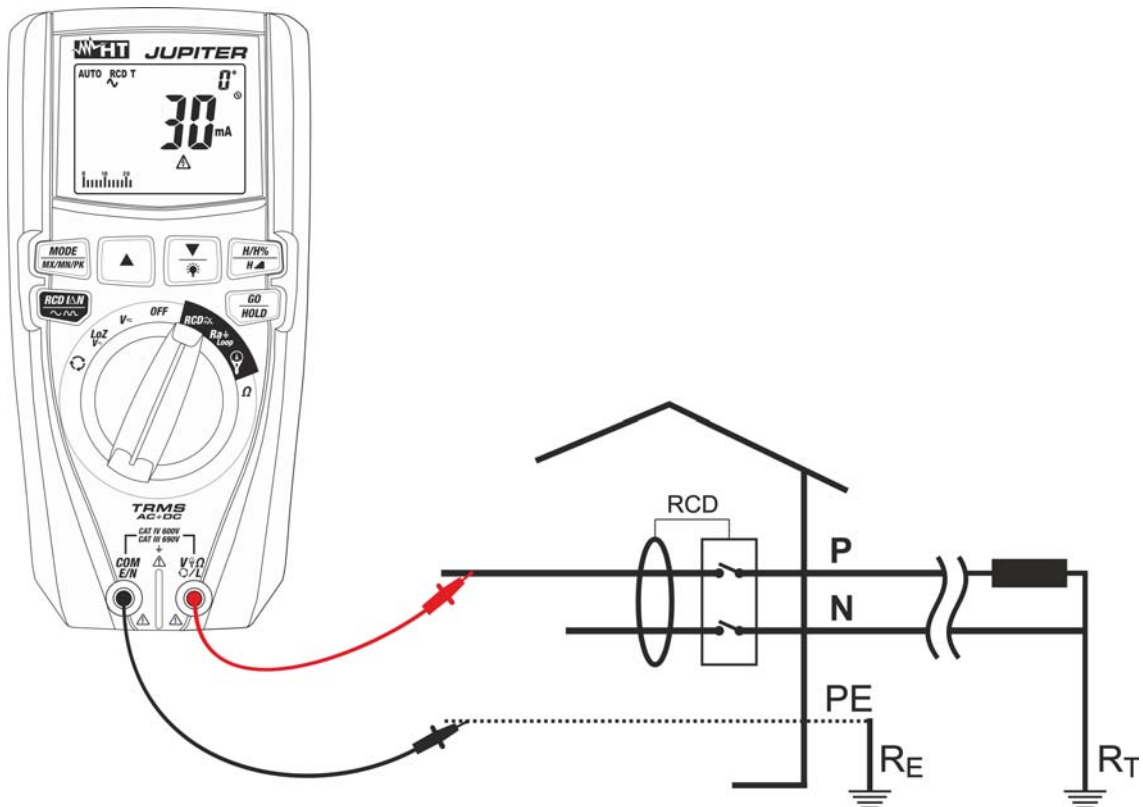
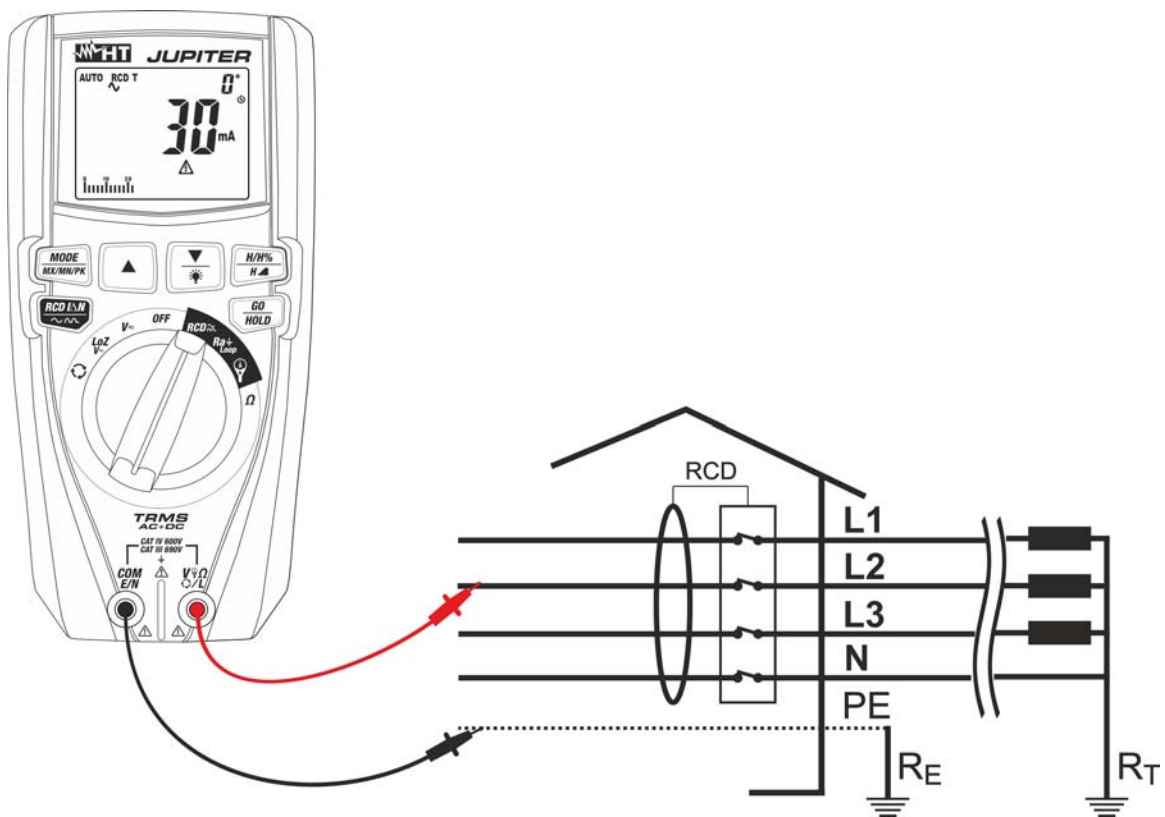

Abb. 30: RCD Messungen in einphasigen Systemen mit Messleitungen
Abb. 31: RCD Messungen in dreiphasigen Systemen mit Messleitungen
7. Falls Messleitungen benutzt werden, verbinden Sie den roten Leiter mit der Eingangsbuchse **V Ω L** und den schwarzen Leiter mit der Eingangsbuchse **COM/E/N**, und verbinden Sie das Gerät mit dem zu messenden Kreis (siehe Abb. 30 oder Abb. 31). Die Anwesenheit der Spannung Phase-Erde wird im Bargraph angezeigt.